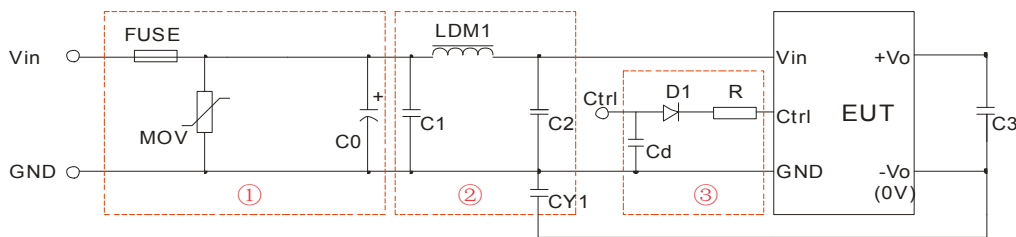

图 3
辐射骚扰	CISPR32/EN55032 CLASS B (推荐电路见图 3-②)
脉冲群抗扰度	IEC/EN61000-4-4 $\pm 2kV$ (推荐电路见图 3-①) perf. Criteria B
浪涌抗扰度	IEC/EN61000-4-5 line to line $\pm 2kV$ (推荐电路见图 3-①) perf. Criteria B
- ①图 3 中第①部分用于 EMS 测试；第②部分用于 EMI 滤波，可依据需求选择；
② V_C 为 Ctrl 端相对于输入地 GND 的电压， V_D 为 D1 的正向导通压降， I_C 为流入 Ctrl 端的电流，一般取 5-10mA，Ctrl 端外围电路如图 3-③；
③若图中元器件无附其参数说明，则此型号外围中不需要这个元器件。